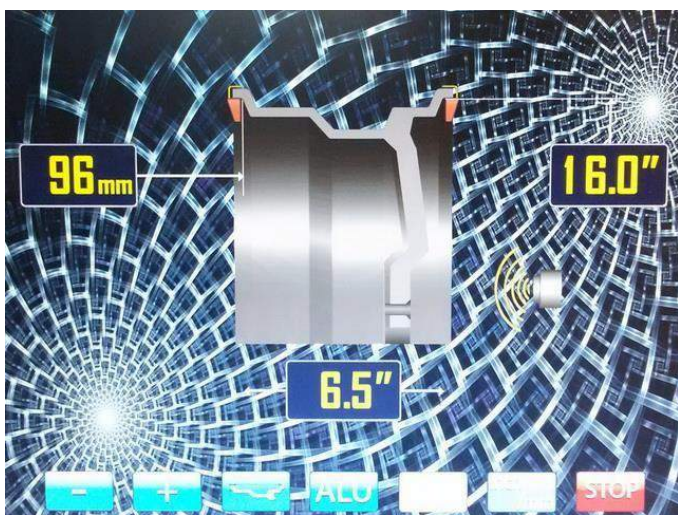

Рис. 10.2.
При включении питания СБ автоматически устанавливается исходный параметр « $b$ », записанный в памяти СБ, который можно проконтролировать, нажимая кнопку  $A$ ,  $d$ ,  $b$  (кнопка 3 на рис.10.2.)
11.2. . Данная модель СБ снабжена устройством, позволяющим автоматически вводить диаметр колеса и дистанцию до колеса. Для этого необходимо, взяв за рукоятку, вытянуть из корпуса СБ штангу ввода параметров, подвести палец на конце рукоятки к месту установки корректирующих грузов на внутренней стороне диска (см. рис. 10.1) и удерживать штангу в этом положении до появления звукового сигнала, после чего возвратить штангу в исходное положение. При этом экран основного рабочего режима сменится на экран ввода геометрических параметров колеса (рис.10.2). В левом верхнем окне отображается введенная дистанция в мм до плоскости установки балансировочных грузиков с внутренней стороны диска колеса. В правом верхнем окне отображается введенная величина диаметра диска колеса. В нижнем окне отображается ширина диска колеса. В правой части экрана появится изображение УЗ датчика (рис.10.2).
колеса, если требуется их ручная коррекция. Переключение кнопок «-» и «+» для коррекции диаметра и дистанции осуществляется кнопкой  $A$ ,  $d$ ,  $b$  (кнопка 3 рис.10.2), при этом корректируемая величина выделяется красным цветом, кроме того кнопка  $A$ ,  $d$ ,  $b$  позволяет перейти к экрану ввода геометрических параметров из экрана основного рабочего режима.
. Введите геометрические параметры колеса как описано в п. 11.2 или 11.4. На экране ввода геометрических параметров отображается стандартная балансировка грузами на пружинках (рис.10.2.).